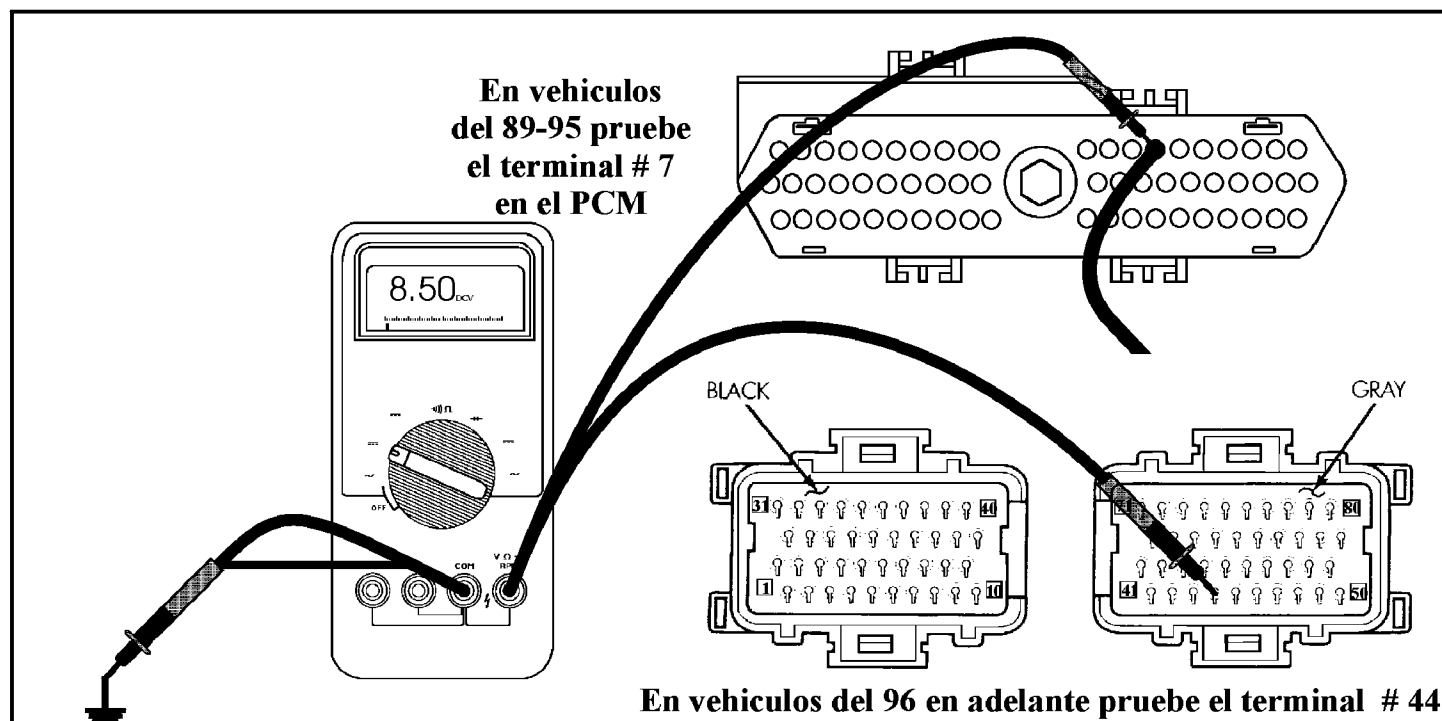

Figura 28
- En vehiculos con motor 3.0L la computadora del motor (PCM) le supe al distribuidor con una señal de 8 a 9 voltios. En vehiculos con motor de 3.3L en adelante, el PCM le supe al sensor de velocidad del cigueñal de 5 a 9 voltios. En caso de que no se obtenga una señal de rpm en el TCM o el PCM, primero verifique que el PCM está enviando el voltaje apropiado. En vehiculos del 89-95 ésto puede hacerse colocando el cable negativo del metro a tierra y el cable positivo al terminal # 7 en el PCM (Vea la figura 28). En vehiculos del 96 en adelante, pruebe el terminal # 44 en el PCM. Si no hay voltaje, reemplaze el PCM. Si hay voltaje, revise los terminales en el conector del distribuidor o en el del sensor del cigueñal. Si los conectores están bien, cambie el sensor.